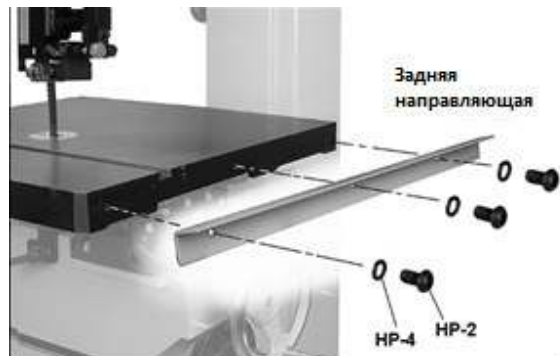

Рис. 4: установка задней направляющей
См. Рис. 4 и 5.
1. Прикрутите заднюю направляющую к заднему торцу стола с помощью винтов с круглой головкой M8x16 (HP-2) и контршайб M8 (HP-4), как показано на рис. 4. Затягивать винты следует только вручную.